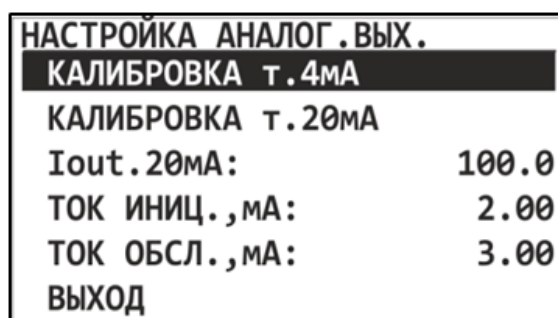

Рисунок 46 – Настройка аналогового выхода
2) В подменю «Калибровка аналогового выхода» можно произвести калибровку токового выхода в точке 4 мА и 20 мА (см. рисунок 46).